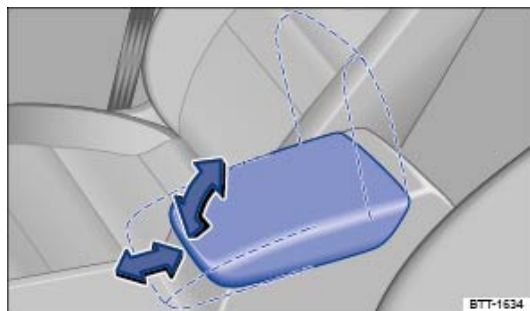

Fig. 76 Accoudoir central avant
- Pour régler en longueur l'accoudoir central avant, avancez-le complètement dans le sens de la flèche ⇒ Fig. 76 ou reculez-le complètement.